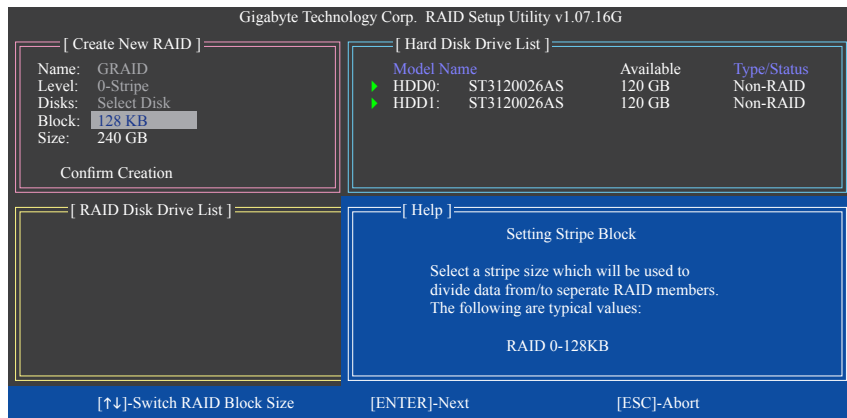

図 6
4. **ブロックサイズを選択 (RAID 0 のみ):** Block 項目の下で、上または下矢印キーを使用してストライプブロックサイズを 4 KB~128 KB の範囲で選択します (図 6)。<Enter> を押します。